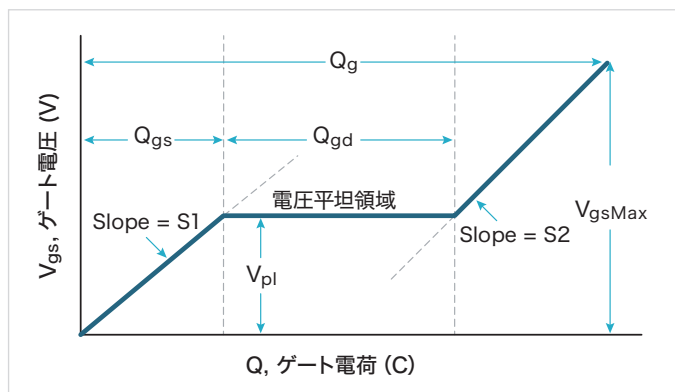

図1. 典型的なパワーMOSFETのゲート電圧対ゲート電荷
ゲート電荷測定法は、一定のテスト電流 (I_g) を MOS トランジスタのゲートに流し、ゲート・ソース電圧測定値 (V_{gs}) とゲートに流入する電荷値に対してプロットする。ドレイン端子には一定の電圧バイアスを印加する。図1に、パワーMOSFETのゲート電圧対ゲート電荷を示す。
ゲート電荷 (Q) は、印加したゲート電流および時間 ($I_g dt$) から導出される。ゲート・ソース電荷 (Q_{gs}) は、図1に示すように、電圧 (V_{gs}) がほぼ一定である平坦領域の始まりに達するまでに必要な電荷である。平坦 (またはミラー) 電圧 (V_{pl}) は、JEDEC 規格に従い、 dV_{gs}/dt が最小のときのゲート・ソース間電圧で定義される。トランジスタがオフ状態からオン状態にスイッチングしている時にその電圧が平坦となる。また、このスイッチングを完了するのに必要なゲート電荷、すなわち、デバイスを平坦領域の開始から終了に切り替えるのに必要な電荷は、ゲート・ドレイン電荷 (gate-drain charge) (Q_{gd}) として定義され、ミラー電荷として知られている。ゲート電荷 (Q_g) は、原点からゲート V_{gs} が指定した最大値 (V_{gsMax}) と等しくなるまでの電荷である。